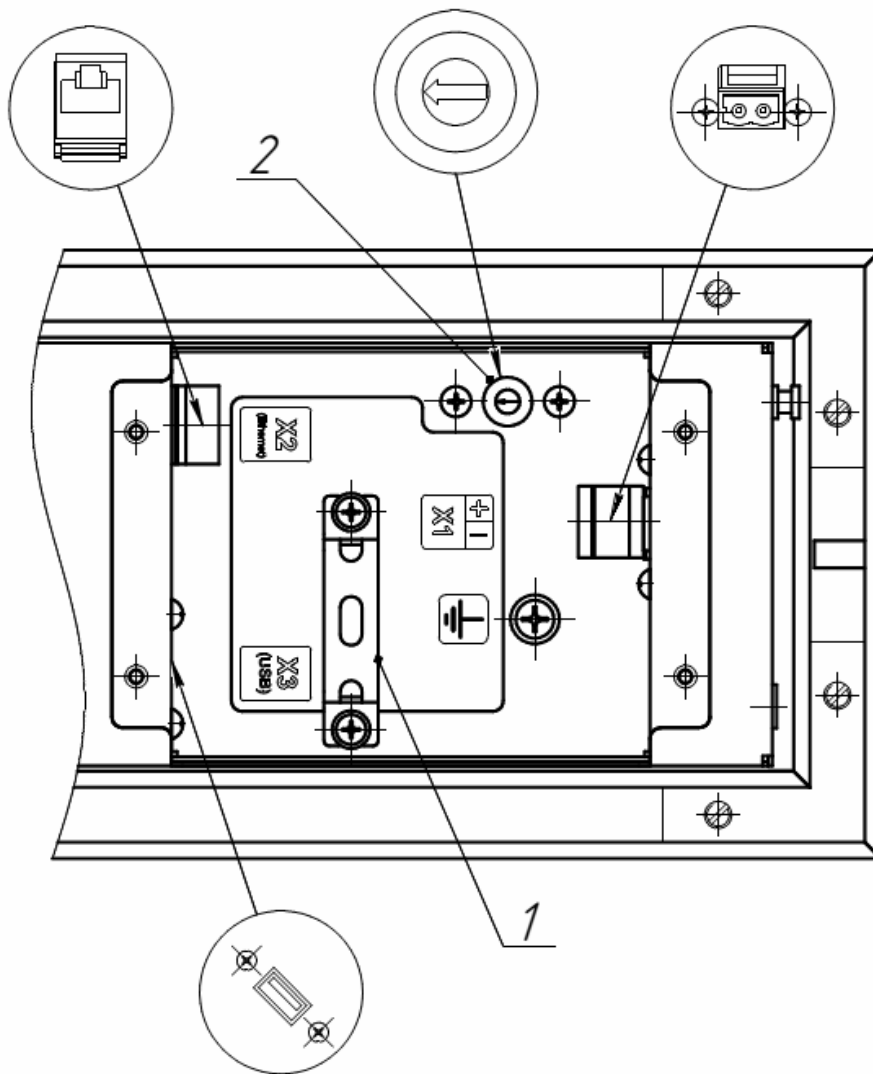

Рис.2 Отсек соединительных разъемов со снятой крышкой
Разъемы для подключения панели и DIP-переключатель расположены на задней стороне за съемной крышкой (см. рис.2).
4.2.3 Подключение заземления к панели осуществляется через шпильку М4, расположенный в отсеке разъемов (см. рис.2);
4.2.4 Подключение внешней камеры видеонаблюдения осуществляется USB кабелем (из комплекта поставки камеры). После подключения к панели, кабель необходимо закрепить стяжками кабельными к скобе поз.1 (см. рис.2).